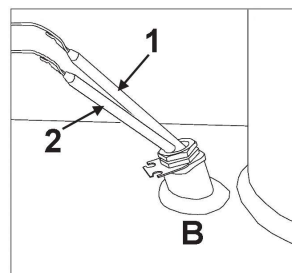

Fig. 18 - Fourreau B
Placer à l'intérieur du fourreau « B » (Fig. 18) le bulbe du thermostat du 1er étage (1) et celui du thermostat du 2ème étage (2).